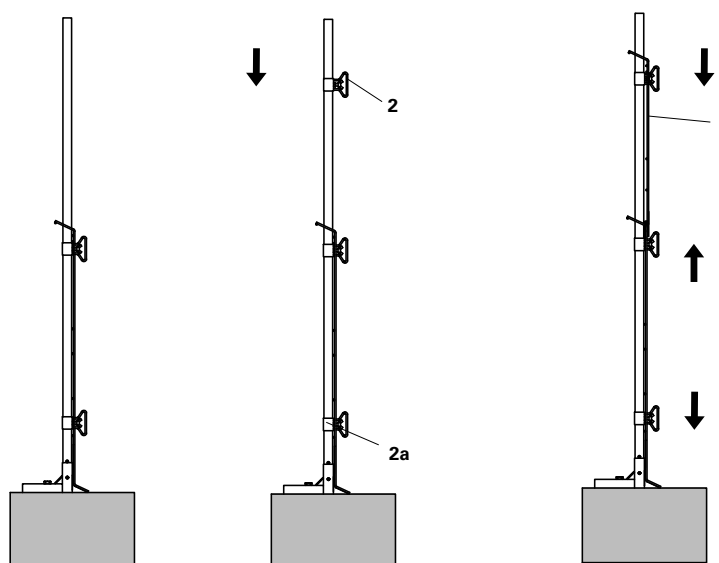

Fig. A6.05
1. Montare il sistema come indicato nelle sezioni A2 – A6. (Fig. A6.05)
2. Mettere 1x attacco scorrevole per grigliato aggiuntivo (2) su un montante parapetto. (Fig. A6.05)
3. Montare il grigliato di estensione PMB S (1) sul montante parapetto. Portare l'attacco scorrevole per grigliato in posizione per fissare il grigliato di estensione PMB S con funzione anti-sollevamento. (Fig. A6.05)
4. Per fissare l'attacco scorrevole per grigliato, ruotare il dado (2a) in senso orario. (Fig. A6.05)